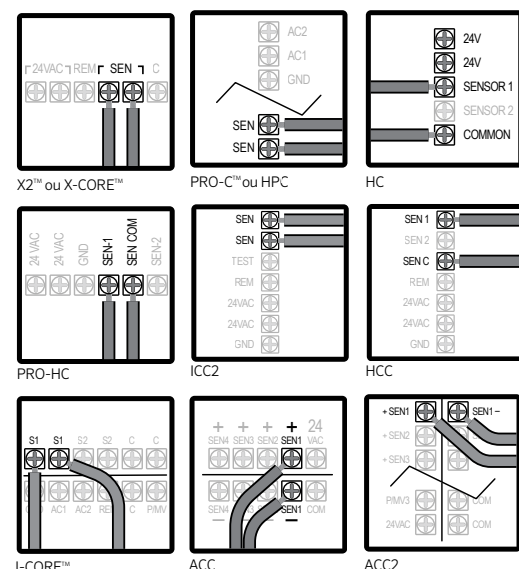

Figure 4
- Branchez un fil à la borne étiquetée « SEN » et l'autre fil à l'autre borne « SEN » (Figure 4).